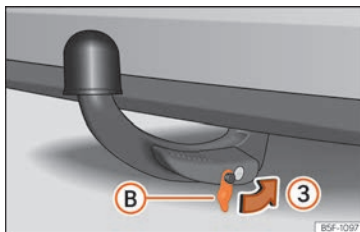

Fig. 297 Colocar la tapa sobre la cerradura
- Coloque la tapa **B** en la cerradura en el sentido de la flecha **3** » » **fig. 297** » » **1**.